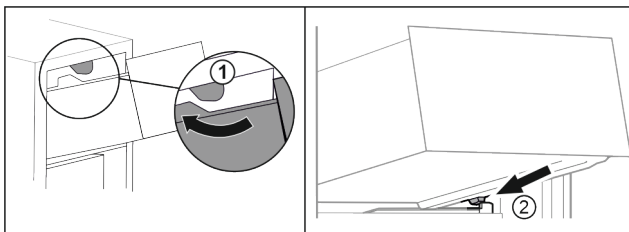

Fig. 69
- ▶ Lade om de bovenste stoppers leiden. Fig. 69 (1)
- ▶ Lade schuin achter de onderste stoppers op containerrib plaatsen. Fig. 69 (2)